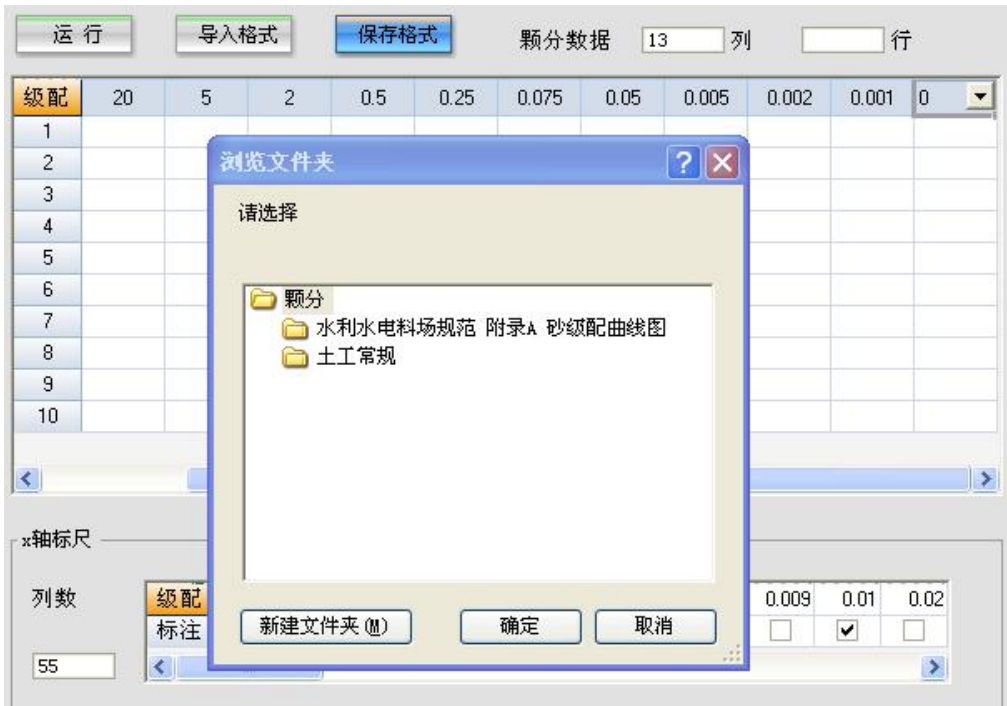

图 2 保存颗分格式
(13) 保存格式：控制颗分数据表格，根据试验单位提供的颗分数据进行调整表格 x 轴数据点，方便灵活。
- 在数据表格表头内输入控制数据（见图 2）。